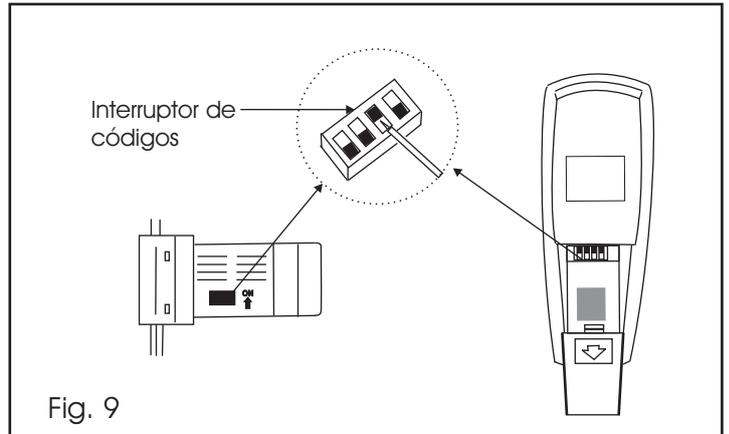

Fig. 9
**NOTA:** (Fig. 9) Esta unidad de control remoto está equipada con 16 combinaciones de frecuencias diferentes para prevenir posible interferencia con otras unidades similares. Los interruptores de frecuencia en el receptor y transmisor de su ventilador an sido programados por la fábrica. Por favor asegurese que los interruptores de las dos unidades estén puestos en la misma secuencia, cualquier combinación de claves operara el ventilador siempre y cuando los interruptores de las dos unidades estén en la misma secuencia.